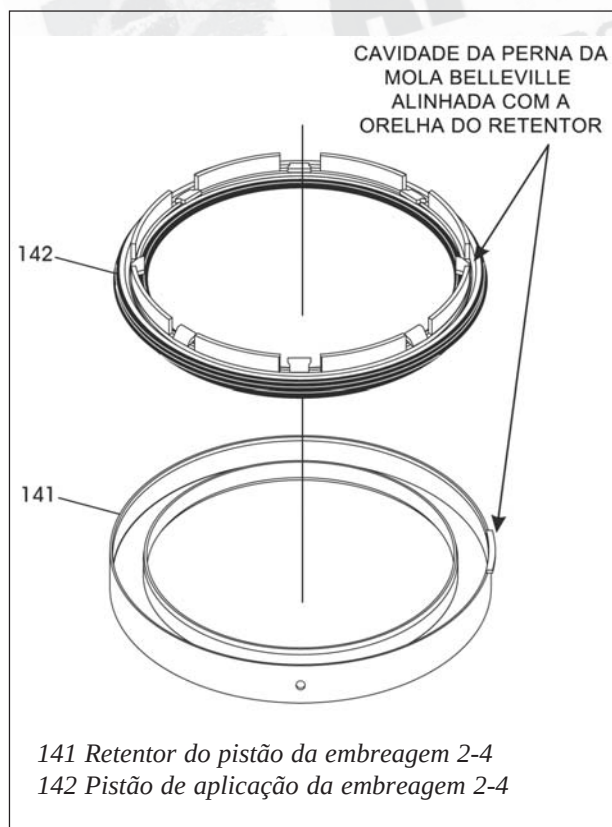

Figura 248
38. Lubrifique um pistão novo da embreagem 2-4 com uma pequena quantidade de vaselina neutra e instale-o no retentor da embreagem 2-4, conforme mostra a figura 248.
Gire o pistão no retentor até que a cavidade em uma das pernas da mola belleville de retorno esteja alinhada perfeitamente com a orelha de alinhamento do retentor, conforme mostra a figura 248.